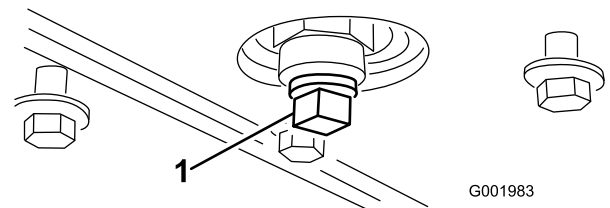

Bild 48
5. Nehmen Sie die Ablassschraube ab (Bild 48).